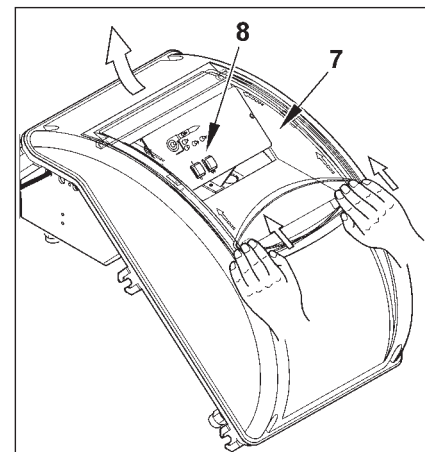

图4
- 为了重新关闭电控面板盖，施加约5Nm的扭矩，拧紧4个螺丝（1），确保正确的密封。这时，为了接触控制面板（8），要用手朝着图4所示的箭头方向施加一个轻轻的压力并滑动，使面板与盖分开，以拆下透明盖（7）。